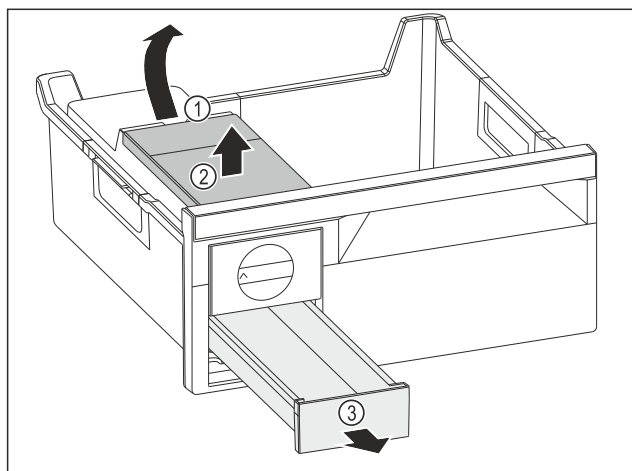

Fig. 196
- Vyjmutí nádržky na vodu: Zvedněte nádržku na vodu za vybrání Fig. 196 (1).
- Nádržku na vodu Fig. 196 (2) vyjměte nahoru.
- Zásuvku na kostky ledu Fig. 196 (3) vyjměte dopředu.